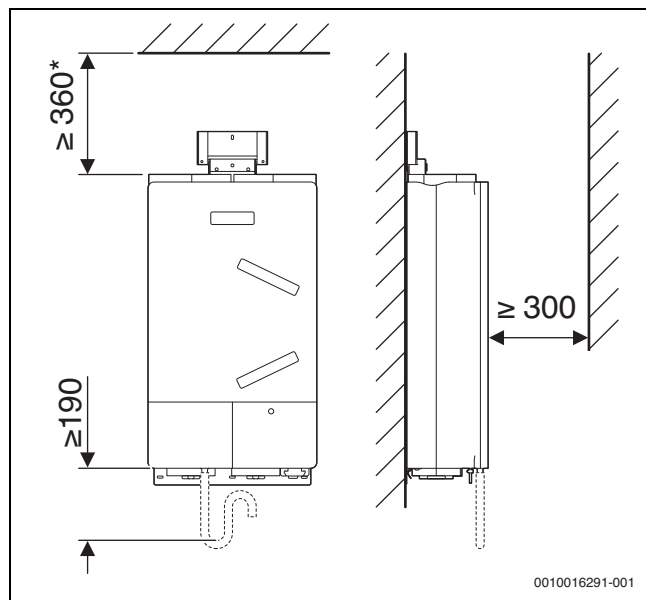

Fig. 23 Installazione a parete
- Rispettare le distanze minime (→ fig. 23).